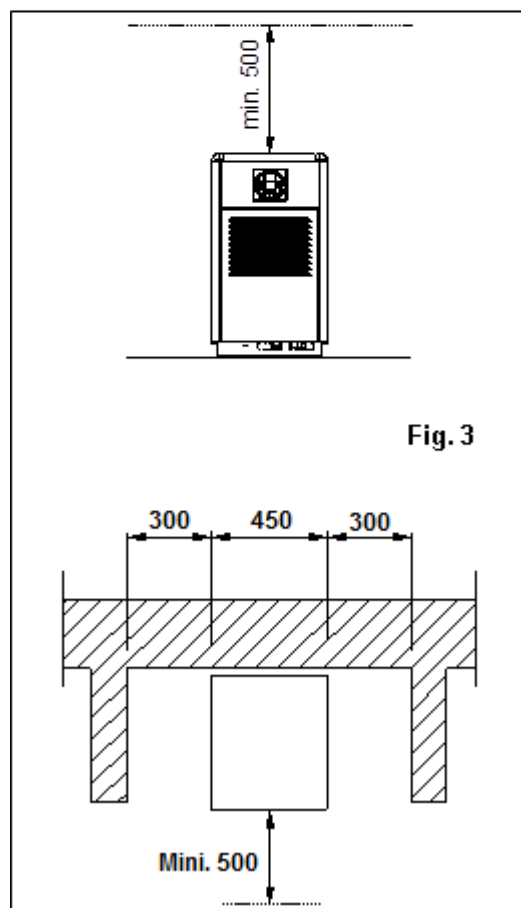

Fig. 3
- Pour pouvoir accéder à l'intérieur de la chaudière et effectuer les opérations d'entretien, il convient de respecter les distances minimum indiquées dans la fig. 3.